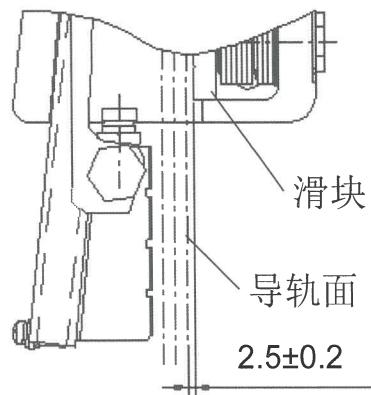

图 4
2.2.3. 滑块与导轨间隙为： $2.5\pm0.2\text{mm}$ (图 4)。